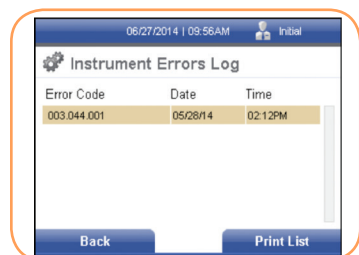

FIGURA 97
- Pulse la tecla programable derecha para seleccionar *Errores del instrumento*. Se muestra la pantalla Reg. de errores del instrumento (Figura 97).